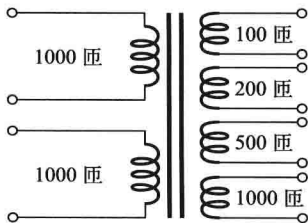

图 14-56
34. 在图 14-56 中, 每个一次绕组可承受 120V 交流, 说明原边应如何连接才能工作在 240V 交流, 求各个二次绕组的电压。
35. 求图 14-56 中每个一次绕组对每个二次绕组的匝数比。